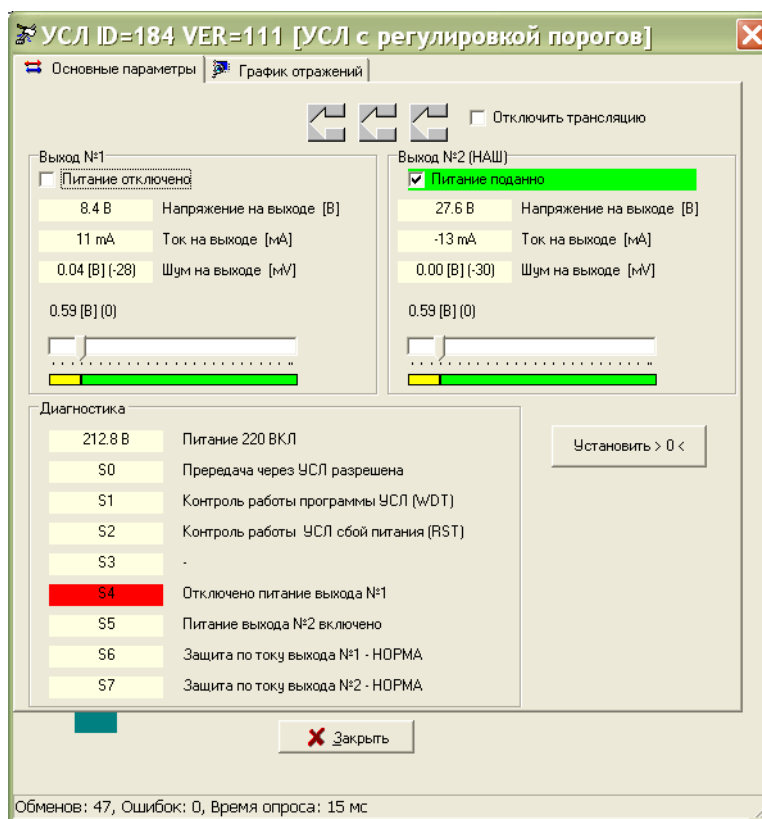

Рисунок 22
5) Снять галочку «Питание» для выхода, в который не подключен БКД-М. Проверить появление сообщения, выделенного красным цветом: «Отключено питание выхода» (рисунок 22). При помощи вольтметра убедиться в отсутствии напряжения на отключенном выходе.